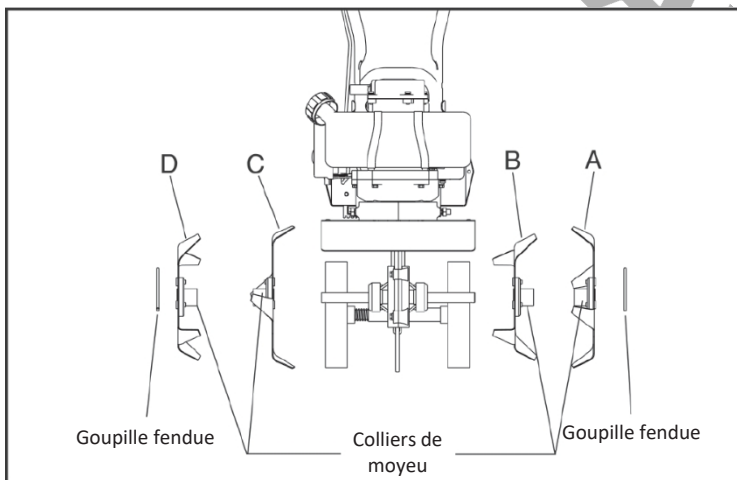

Figure 3 (vue frontale)
2. Glissez ensuite la dent extérieure "A" et la dent "D" sur chaque extrémité de l'arbre. Les dents doivent être installées dans l'ordre correct de manière à être positionnées de gauche à droite A, B, C, D, vu de la position de l'utilisateur sur le mini-cultivateur. Veillez à ce que les colliers des moyeux des paires de dents de droite et de gauche se fassent face afin que l'espacement entre les lames des dents soit suffisant. (Voir figure 3.)